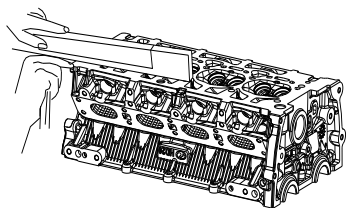

Рис. 1-3
3. Удалите нагар из камер сгорания. При удалении нагара запрещается использовать инструменты с острой кромкой, чтобы не повредить и не поцарапать поверхности. После очистки проверьте, нет ли царапин на поверхностях газовых каналов, камер сгорания и привалочной поверхности головки и измерьте отклонение от плоскостности поверхностей стыка головки с блоком цилиндров, впускным и выпускным коллекторами с помощью призмы и щупа, как показано на рис. 1-3. Если отклонение от плоскостности превышает предельно допустимое, замените головку блока цилиндров.